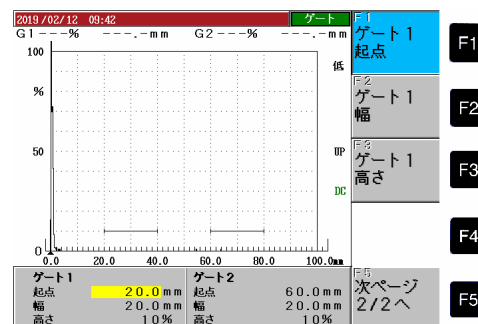

図2 ゲートの調整
②ゲートの高さや位置を変えるには、例えば、^{ゲート1} **3サ** **DEF** キーを押すとゲート1の調整項目が右側に表示される。ゲート1の起点は **F1** を、幅は **F2** を、高さは **F3** を押して **←** **↑** **→** **↓** キーで変更することができる。(図2参照)
(2) ゲインの調整